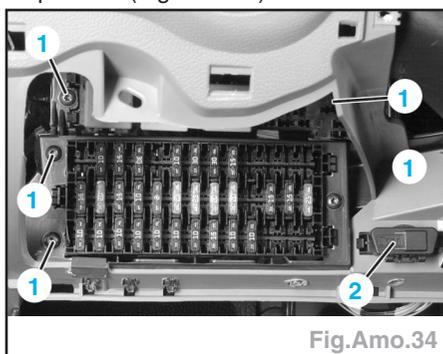

Fig.Amo.34
- les cinq vis (1) de la platine support fusibles et relais et la dégager de la planche (Fig.Amo.34).